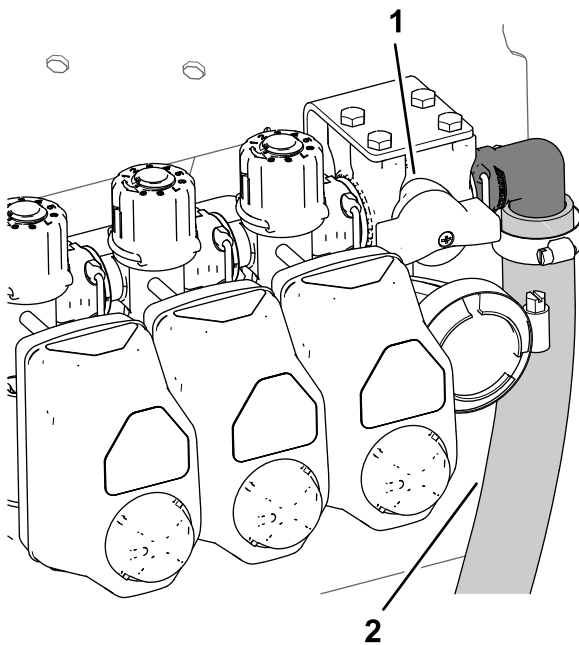
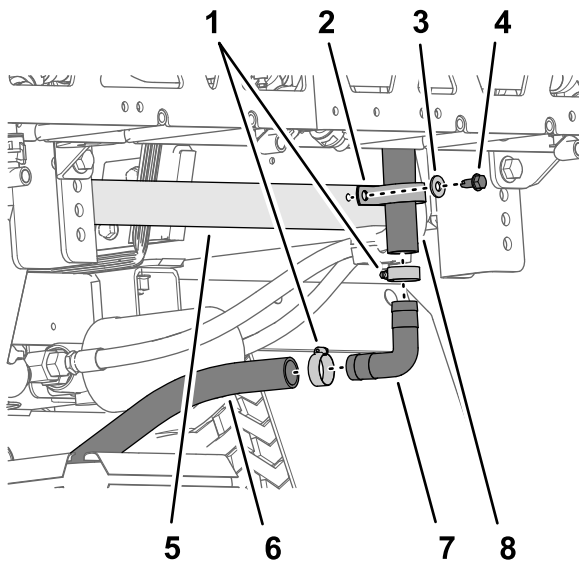

図 40
図 41
1. 上側バイパスホースの低い方の端部で、上側バイパスホースを機体の後サドルプレートに固定しているフランジヘッドボルト 5/16" x 3/4"、ワッシャ 5/16"、R クランプを取り外す 図 40 と 図 41。
2. 上側バイパスホースと下側バイパスホースをバーブ付き 90° フィッティングに固定しているホースクランプ2個を外す 図 41。
3. バーブ付き 90° フィッティングをホースから外す 図 41。